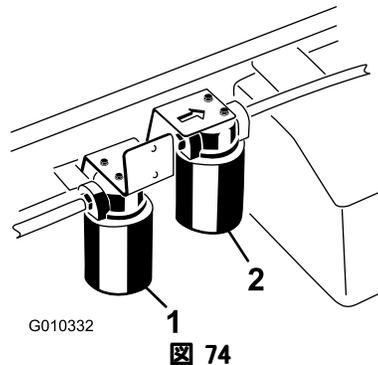

図 74
2. フィルタ取り付け部の周辺をウェスできれいにぬぐう。フィルタの下に廃油受けを置いてフィルタを外す (図 74)。
1. ハイフロー・フィルタを取り付けている周辺をウェスできれいにぬぐう (図 74)。フィルタの下に廃油受けを置いてフィルタを外す。